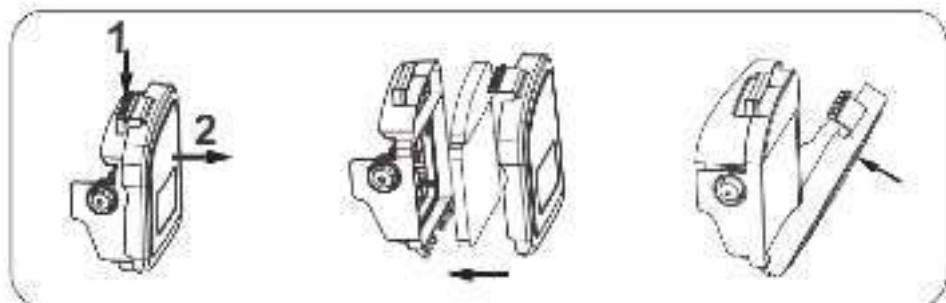

Рис.21
1. Откройте крышку воздушного фильтра и извлеките фильтрующий элемент (рис. 21)